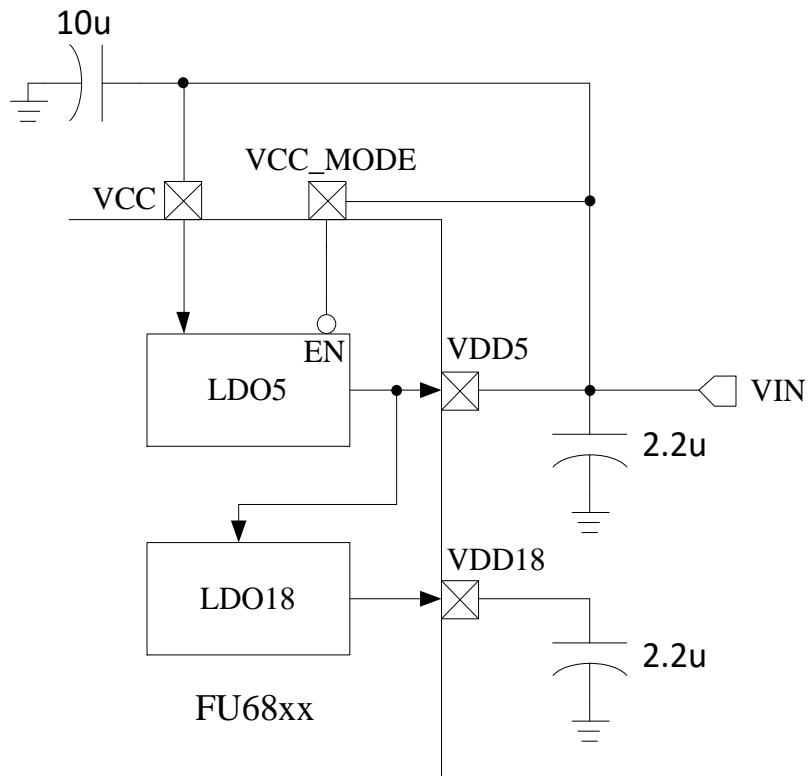

图 31-4 单电源低压模式电源连接
- 单电源低压模式(VCC\_MODE = 1), VCC = VDD5 = 3 ~ 5.5V。参考图 31-4。